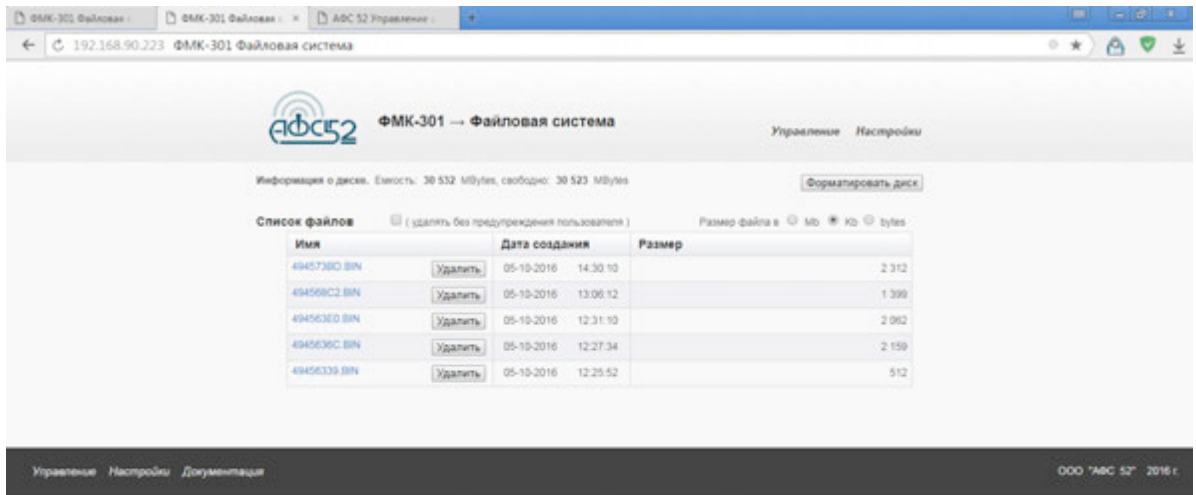

Рис.4 Страница «ФМК-301 – файловая система» web-интерфейса ФМК-301
3.1.3 При нажатии на ссылку «Файлы» в окне браузера появится страница «ФМК-301 – Файловая система» (рис.4). На этой странице расположены: